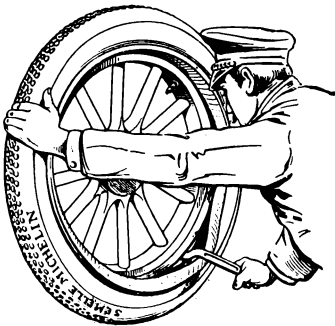

Fig. 20.
**5. Montare il tallone interno.** — Sforzarsi colle due mani per spingere e far entrare la maggior parte del tallone nel cerchio. Porre la leva a gomito a 15 cent. di distanza dal punto ove il primo tallone cessa di essere trattenuto dal cerchio, come indica la fig. 20. Abbassando la leva, una nuova porzione di tallone entra nel cerchio.